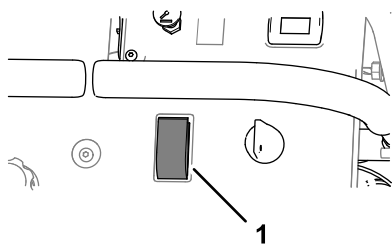

Figure 45
9. Réglez la commande de la pompe à la position MARCHE (Figure 45).